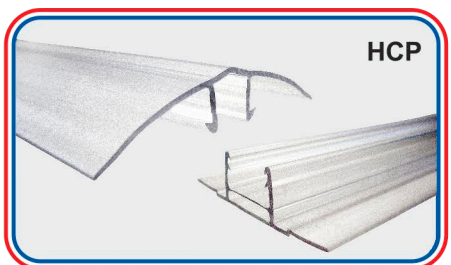

Рисунок 10. Двухсоставной поликарбонатный соединительный профиль (разъемный).
2) верхняя часть (крышка), обычно, более подвижная, чем база, крепится к нижней части нажатием руки или механическим давлением. Такой способ просто и надежно, особенно в арочных конструкциях, скрепляет панели «КАРБОГЛАСС» (Рис.10).